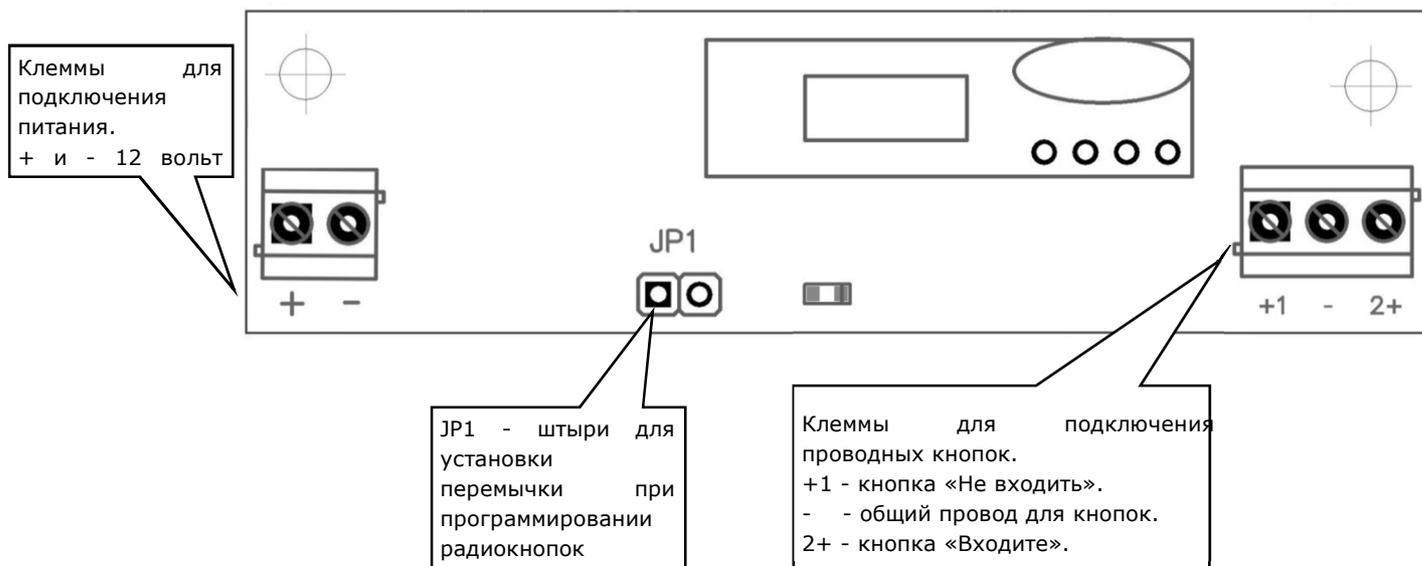

Рисунок 1. Печатная плата на задней стороне корпуса светового табло
На задней стороне корпуса светового табло смонтирована печатная плата (рис.1). На ней находятся радиоприемник 433 МГц, клеммы для подключения питания и проводных кнопок.
- замкнуть JP1 (см. рис.1) (**обязательно при выключенном питании**);